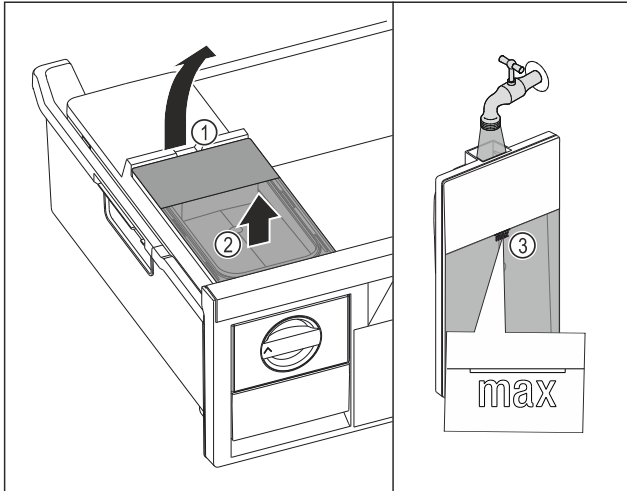

Fig. 164
- ▶ Поднимите бак для воды за выемку Fig. 164 (1).
- ▶ Извлеките бак для воды движением вверх. Fig. 164 (2)
- ▶ Наполните бак для воды питьевой водой до отметки Fig. 164 (3).